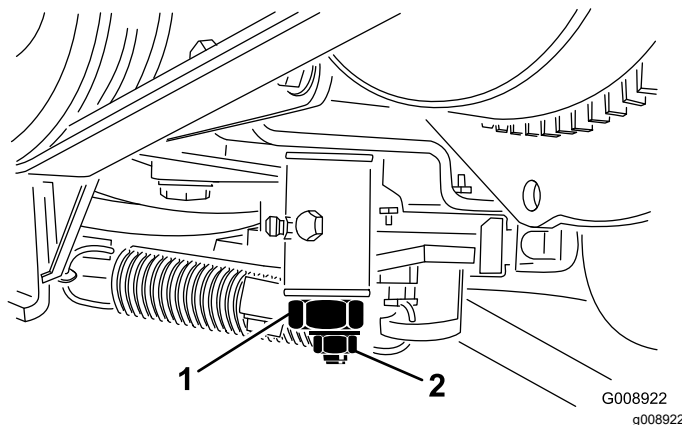

図 60
3. トラクション調整カムのロックナットをゆるめる(図 60)。